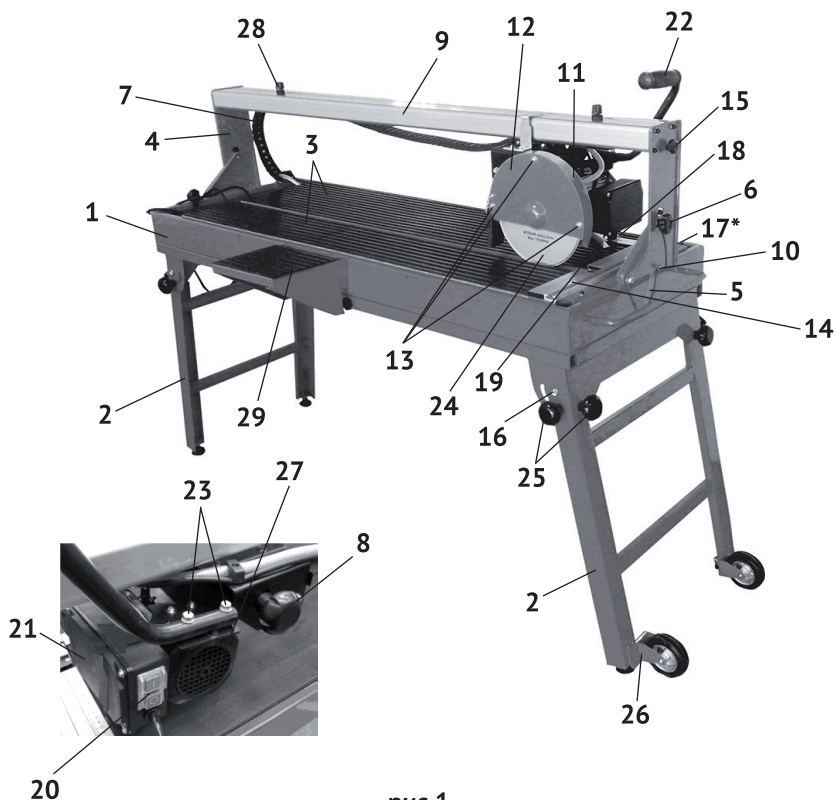

рис.1
1.6 Общий вид и элементы плиткореза представлены на рис.1
1.7 Асинхронный двигатель (рис.1 поз.8) с блоком управления (рис.1 поз.21) и выключателем (рис.1 поз.20) крепится на кронштейне. Кронштейн, за счёт подшипников, перемещает головку режущую (двигатель с блоком управления и отрезным кругом) по салазкам (рис.1 поз.9) вдоль длины рабочего стола (рис.1 поз.3). На вал якоря, между опорным и прижимным фланцами крепится отрезной круг (рис.1 поз.24). Это основной рабочий инструмент плиткореза.
Для удобства обработки габаритных заготовок в комплект поставки входит дополнительный стол (рис.1 поз.29), крепящийся к основанию (рис.1 поз.1) плиткореза.
1.8 Выключатель – магнитный пускатель (рис.1 поз.20) расположен на блоке управления. Он имеет две кнопки: зелёная с символом «1» - включение двигателя и красная с символом «0» - выключение двигателя.
На крышке защитного кожуха (рис.1 поз.12) стрелкой указано направление вращения круга.
Плиткорез поставляется полностью собранным, за исключением стоек (рис.1 поз.2), не прикреплённых к основанию, дополнительного стола и рукоятки режущей головки (рис.1 поз.22).
- прикрутить двумя винтами (рис.1 поз.23) рукоятку (рис.1 поз.22) к кронштейну двигателя;
- закрыть отверстие в поддоне (рис.1 поз.1) пробкой (входит в комплект поставки) и залить воду так, чтобы заборная часть насоса была полностью погружена в воду.
- проверить шлангоукладчик (рис.1 поз.7) со шлангом, не перекручен, свободно перемещается за головкой режущей;
- закрепить в необходимом положении ограничители (рис.1 поз.26) горизонтального хода головки режущей;
- надёжность фиксации стоек к основанию винтами (рис.1 поз.25);
- ослабить с двух сторон винты фиксации угла наклона (рис.1 поз.6);
- повернуть салазки (рис.1 поз. 9) с головкой режущей на нужный угол, совмещая указатель угла наклона (рис.1 поз.10) с нужным показателем шкалы (рис.1 поз.5);
- зафиксировать установленный угол винтами (рис.1 поз.6).